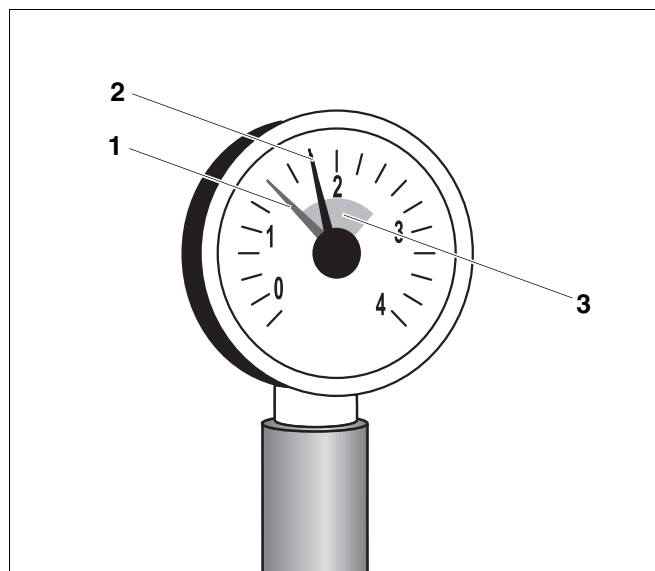

Abb. 7 Manometer für geschlossene Anlagen
Bei geschlossenen Heizungsanlagen muss der Manometerzeiger (Abb. 7, **Pos. 2**) innerhalb der grünen Markierung (Abb. 7, **Pos. 3**) stehen.
Der rote Zeiger (Abb. 7, **Pos. 1**) des Manometers muss auf den für die Heizungsanlage erforderlichen Druck eingestellt sein. Der Fachhandwerker stellt für Sie den erforderlichen Druck ein.
- Prüfen Sie, ob der Manometerzeiger (Abb. 7, **Pos. 2**) innerhalb der grünen Markierung (Abb. 7, **Pos. 3**) steht.
Wenn der Manometerzeiger (Abb. 7, **Pos. 2**) die grüne Markierung (Abb. 7, **Pos. 3**) unterschreitet, ist der Wasserdruck der Heizungsanlage zu gering. Sie müssen das verloren gegangene Heizungswasser mit Ergänzungswasser auffüllen.
- Füllen Sie das Ergänzungswasser über den KFE-Hahn (Kessel Füll- und Entleerungshahn) ein, bis der Manometerzeiger (Abb. 7, **Pos. 2**) innerhalb der grünen Markierung (Abb. 7, **Pos. 3**) steht.